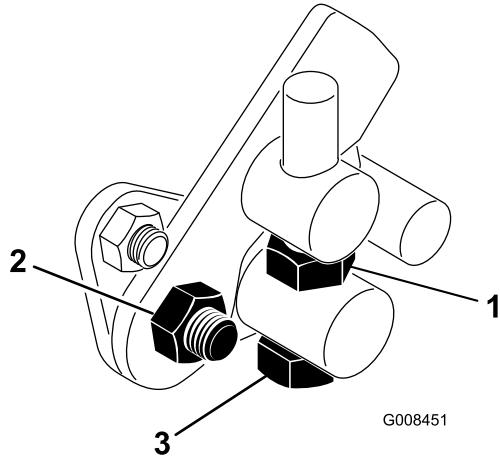

Bild 45
1. Lösen Sie die Klemmmutter an der Drehzapfenkopfschraube (Bild 45).
4. Ziehen Sie die Sicherungsmutter an der Drehzapfenkopfschraube und die Mutter am Pedalgelenk fest, um die Einstellung zu arretieren (Bild 45). Prüfen Sie die Einstellung und nehmen Sie ggf. eine weitere Einstellung vor.